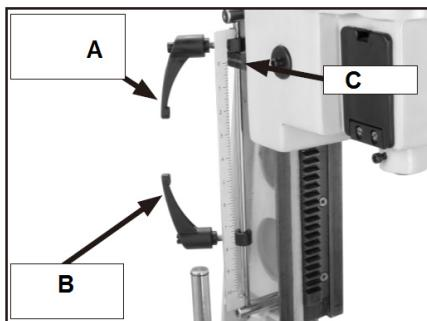

Рис. 6
Для регулировки ограничителя глубины (Рис. 6):
2. Затяните нижний ограничитель глубины напротив нижней кромки стопорной пластины (C, Рис. 6).